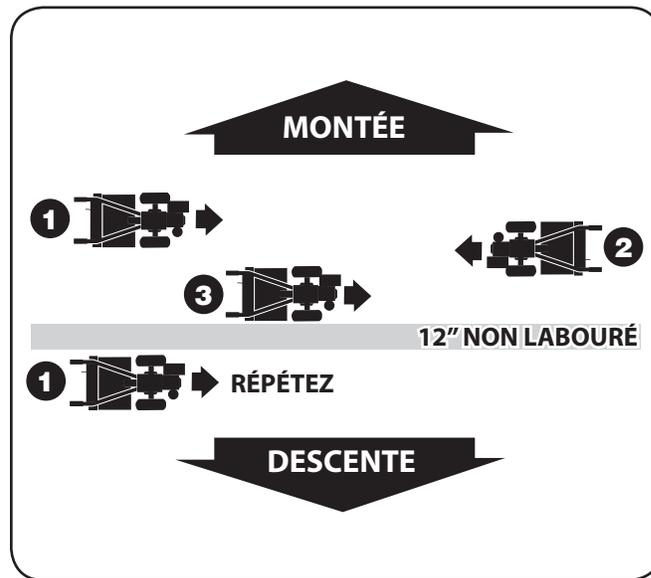

Figure 5-7
1. Pour créer une terrasse, commencez à travailler au sommet de la pente en progressant vers le bas. Travaillez d'une extrémité à l'autre de la première rangée. Voir Figure 5-7.